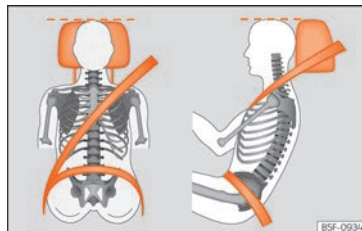

Abb. 87 Richtig eingestellte Kopfstütze von vorne und seitlich betrachtet.
– Stellen Sie die Kopfstützen so ein, dass sich die Oberkante der Kopfstütze möglichst auf einer Linie mit dem oberen Teil Ihres Kopfes, aber mindestens auf Augenhöhe befindet »» **Abb. 87.**